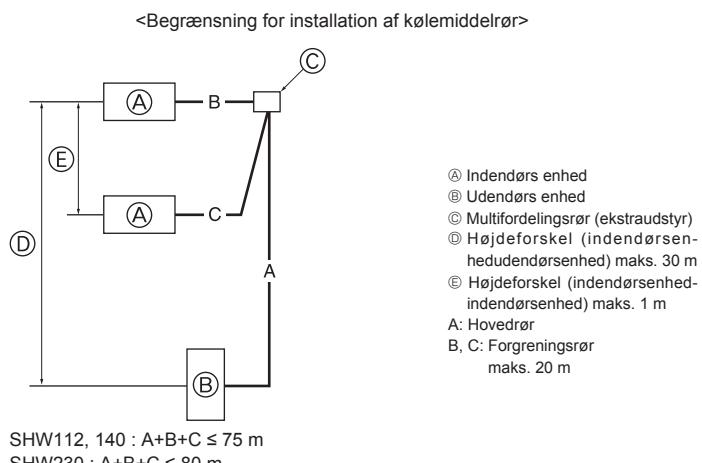

Fig. 4-9
4.7. For dobbelt/tredobbelts/firdobbelts kombination (Fig. 4-9) (kun for klimaanlæg)